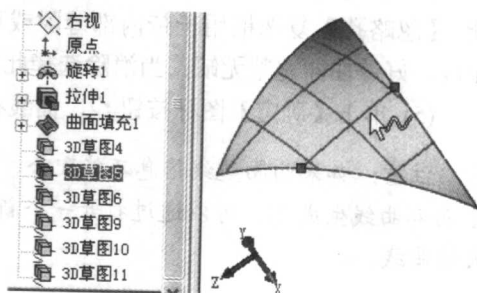

图 1-11 选用生成的 3D 草图
(6) 单击  确定, 单击【重建模型】图标按钮 。可选用生成的 3D 草图, 如图 1-11 所示。